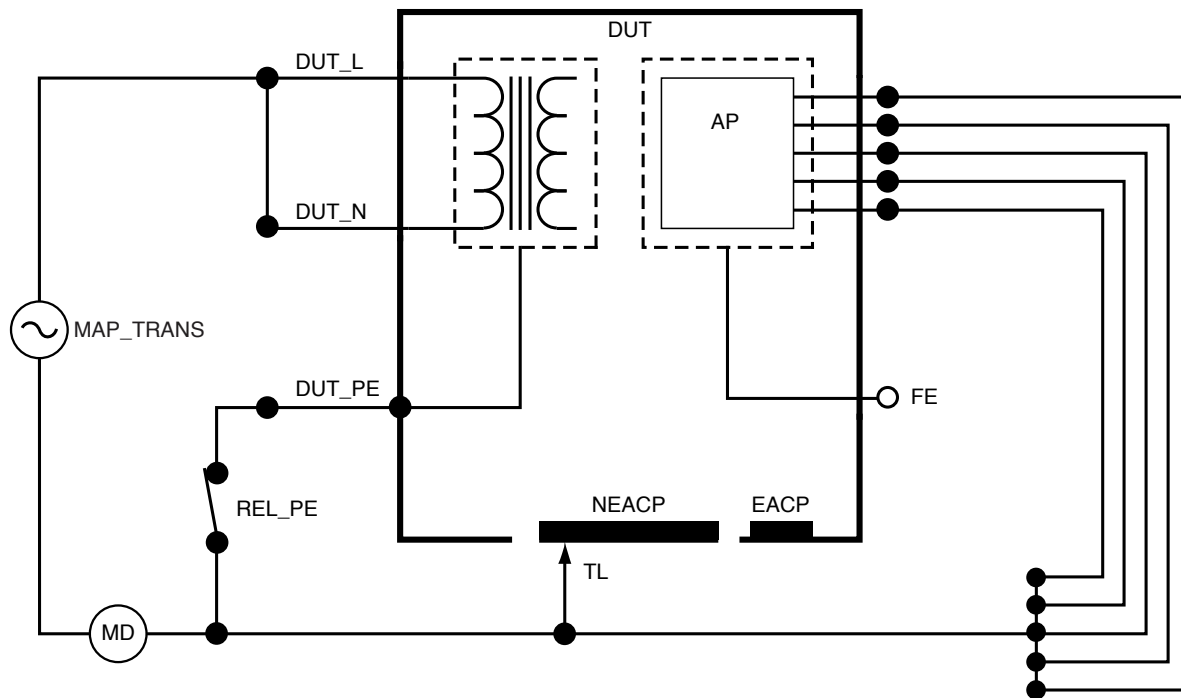

图 38: 等效设备漏电流示意图
- 在该测量期间,地线闭路意味着被测设备接地触点连接到电流测量设备,如第 47 页的“图 38:等效设备漏电流示意图”所示。被测设备接地端**未**连接到电源保护接地。